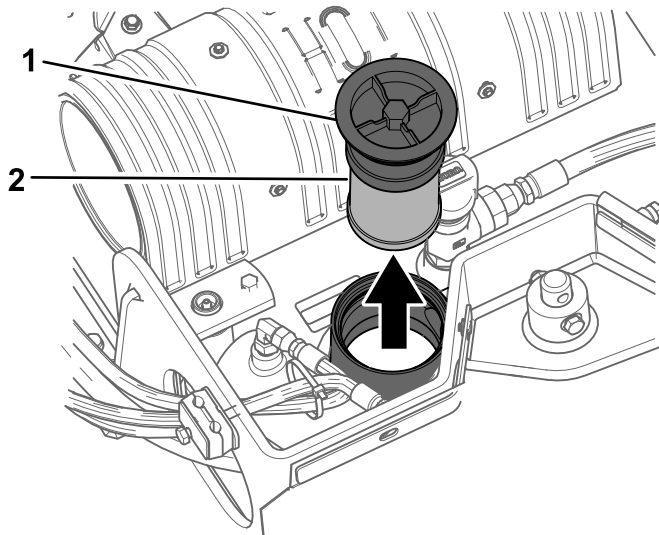

Bild 59
5. Reinigen Sie den Bereich um den Einfüllstutzen des Hydraulikbehälters und nehmen Sie den Deckel und den Filter mit einem Sechskantschlüssel aus dem Einfüllstutzen (Bild 59).
4. Entfernen und entsorgen Sie alten Filter (Bild 59).
5. Setzen Sie den Ersatzhydraulikfilter und den Fülldeckel (Bild 59) ein und ziehen Sie die Schraube oben mit 21-25 N·m an.
5. Entfernen Sie den Fülldeckel des Hydraulikbehälters und den Filter (Bild 59).
10. Setzen Sie den Hydraulikfilter und den Fülldeckel (Bild 59) ein und ziehen Sie die Schraube oben mit 21-25 N·m an.